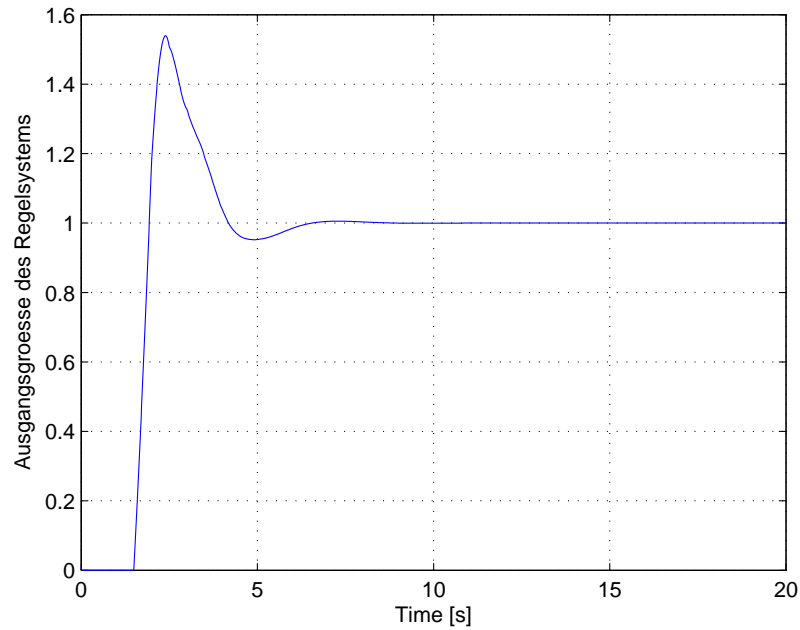

Abbildung 2: Sprunganwort Aufgabe 1c)
c) Die Systemantwort auf eine Sprungfunktion ist in Abbildung 2 zu sehen.